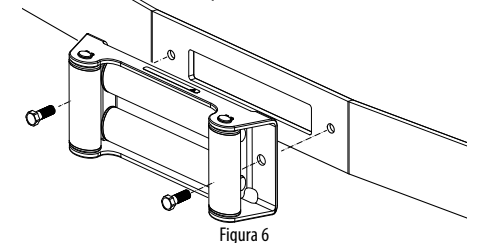

Figura 6
8. Fije la guía a la abrazadera de montaje. Figura 6.